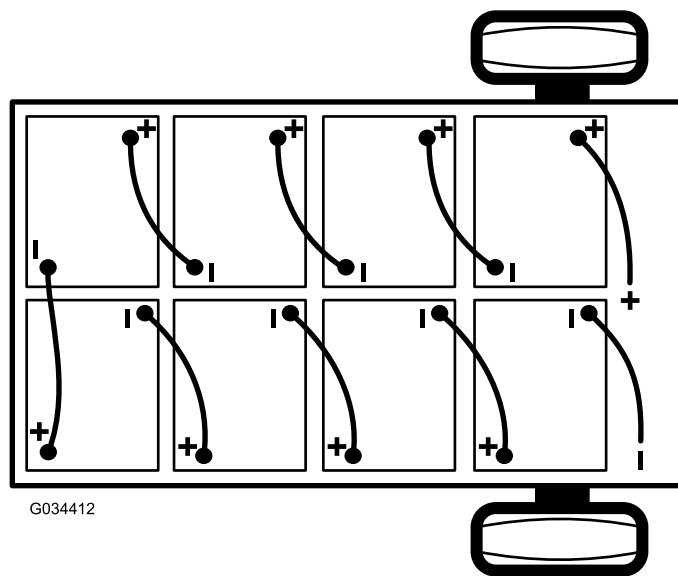

Figura 42
2. Scollegate il cavo negativo principale della batteria (nero) che collega la serie di batterie al punto di messa a terra della macchina (Figura 42).
3. Scollegate il cavo positivo principale della batteria (rosso) che collega la serie di batterie al contattore principale della macchina (Figura 42).
Nota: Prestate attenzione alla polarità delle batterie quando montate le batterie nuove (Figura 42).
6. Collegate le batterie come mostrato in Figura 42 con i cavi interconnessi alle batterie rimossi al punto 1.
2. Collegate il cavo positivo principale (rosso) della batteria tra la serie di batterie e la macchina (Figura 42).
3. Collegate il cavo negativo principale (nero) della batteria tra la serie di batterie e la macchina (Figura 42).